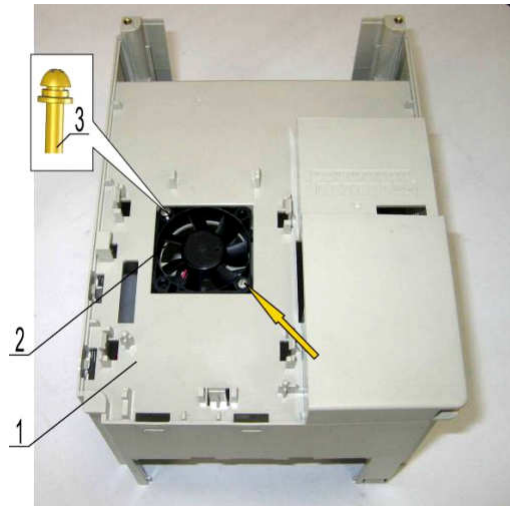

Рисунок 7.11
7.3.1 Взять корпус 1, установить в отверстие корпуса вентилятор 2, закрепить вентилятор двумя винтами 3 (рисунок 7.11).